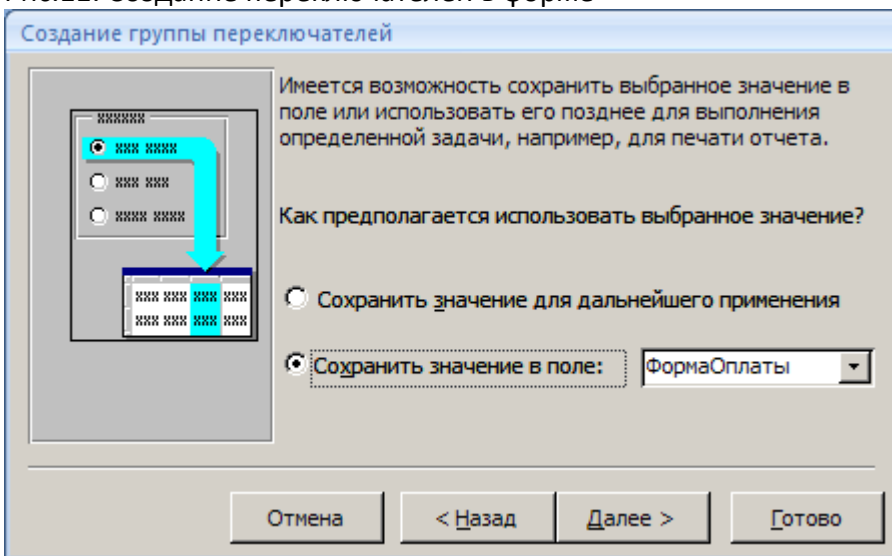

Рис.12. Сохранение значений переключателей
14. Далее надо указать в каком поле будут сохранены значения 1 или 0 (рис.12).